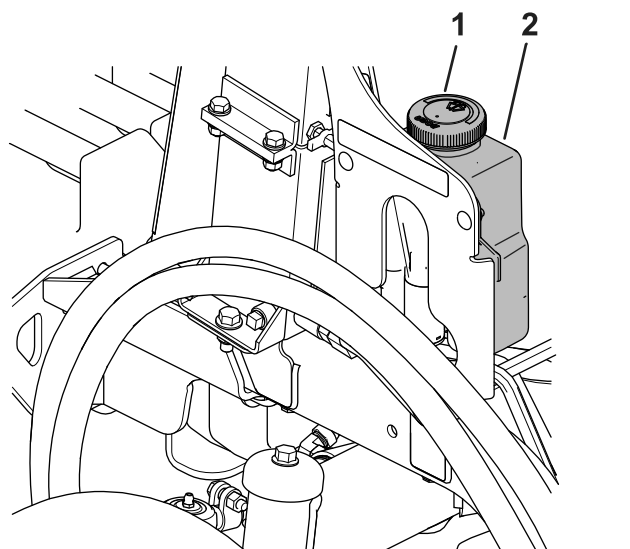

Figura 90
1. Retire a tampa (Figura 90) do reservatório.